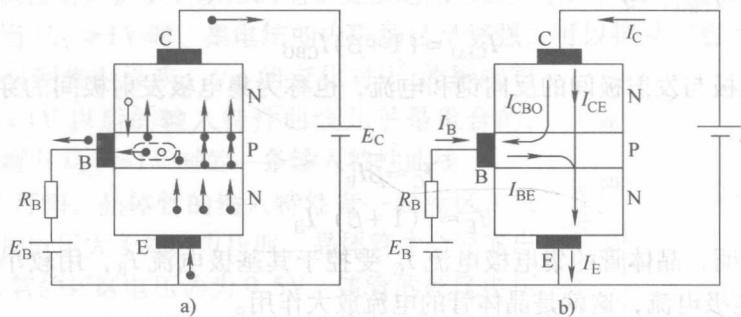

图 1-16 晶体管内部载流子的运动规律和电流分配
- (1) 发射区向基区扩散自由电子 在图 1-16 中，由于发射结正偏，发射结的内电场被
削弱，有利于该结两边多数载流子的扩散。因此发射区的自由电子不断扩散到基区，形成发射极电流 I_E ，其方向与自由电子运动方向相反，如图 1-16 所示。与此同时，基区的空穴也向发射区扩散，但是由于基区掺杂浓度很低，所以空穴电流很小，与自由电子电流相比可以忽略不计（图中未画出）。